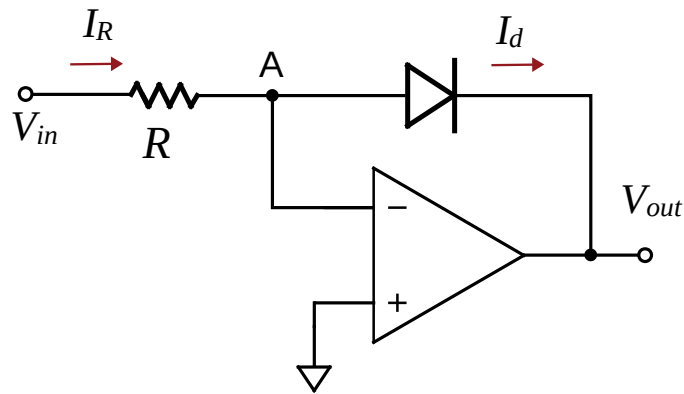

Figura 10: Amplificador logarítmico
- **Amplificador logarítmico:** El esquemático de la figura 10 representa un amplificador logarítmico basado en un op-amp y un diodo. La relación entre la corriente y el voltaje de un diodo PN está dada por la ecuación de la juntura: